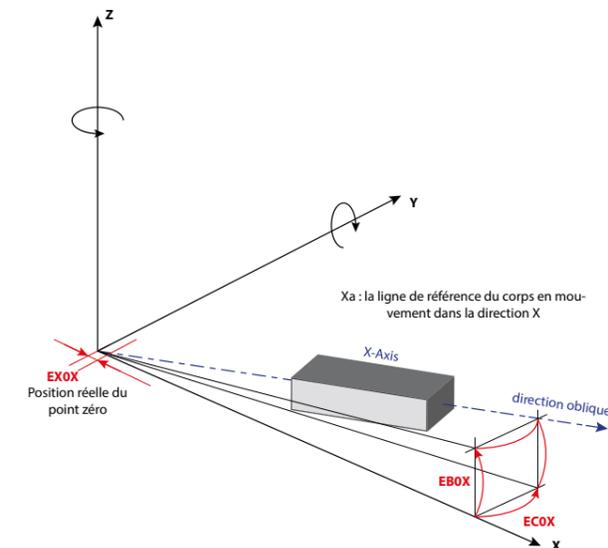

Fig.1 Erreur de position pour un axe linéaire (axe X)
- La figure 1 montre l'erreur de position pour un axe X, où